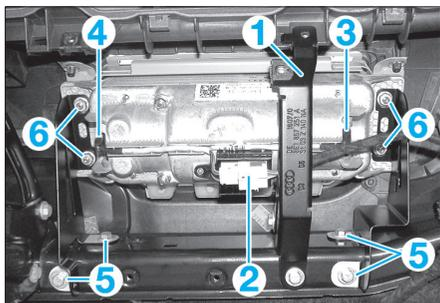

Fig. 5
- la patte (1) (Fig.5).
- Débrancher le connecteur (2) de l'airbag.